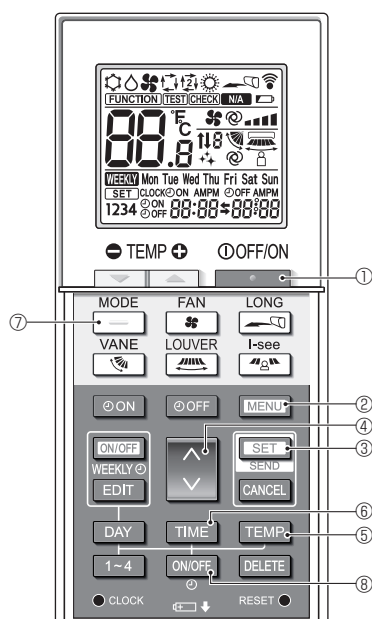
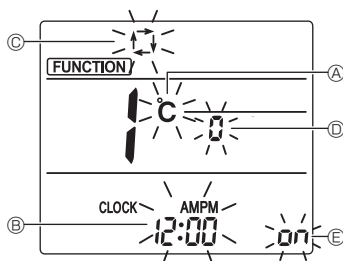

Fig. 4-10
Fig. 4-11
- Appuyez sur la touche **STOP** ① pour arrêter le climatiseur.
- Appuyez sur la touche **MENU** ②.
- L'écran Réglage des fonctions s'affiche et le n° de la fonction A clignote. (Fig. 4-10)
- Vérifiez que la fonction n° "1" est affichée puis appuyez sur la touche **SET** ③.
- L'écran Réglage de l'affichage s'affiche. (Fig. 4-11)
- Appuyez sur la touche **UP** ④ pour changer le n° de fonction.
4.13.2. Changement de l'unité de température (Fig. 4-11 (A))
- Appuyez sur la touche **TEMP** ⑤.
- À chaque pression sur la touche **TEMP** ⑤, le réglage change entre °C et °F.
4.13.3. Changement de l'affichage de l'heure (Fig. 4-11 (B))
- Appuyez sur la touche **TIME** ⑥.
- À chaque pression sur la touche **TIME** ⑥, le réglage change entre 12:00^{AMPM} et 24:00^{AMPM}.
4.13.4. Changement du mode AUTO (Fig. 4-11 (C))
- Appuyez sur la touche **—** ⑦.
- À chaque pression sur la touche **—** ⑦, le réglage change entre  et .
4.13.5. Changement du n° de paire (Fig. 4-11 (D))
- Appuyez sur la touche **UP** ④.
- À chaque pression sur la touche **UP** ④, le n° de paire 0-3 change.
- Appuyez sur la touche **ON/OFF** ⑧.
- À chaque pression sur la touche **ON/OFF** ⑧, le réglage change entre **ON** et **FF**.
- Appuyez sur la touche **SET** ③.
- Le n° de fonction A clignote. (Fig. 4-10)